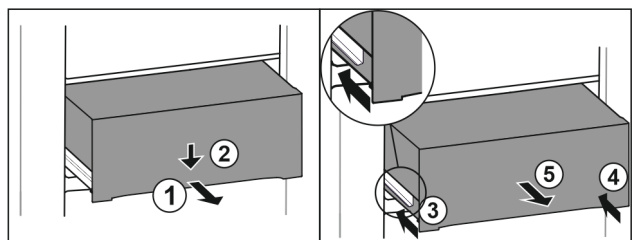

Fig. 172
- Tirer le tiroir jusqu'à mi-chemin. Fig. 172 (1)
- Appuyer sur l'avant du tiroir vers le bas. Fig. 172 (2)
- Insérer le rail gauche d'env. 2 cm. Fig. 172 (3)
- Insérer le rail droit d'env. 2 cm. Fig. 172 (4)
- Retirer le tiroir par l'avant. Fig. 172 (5)